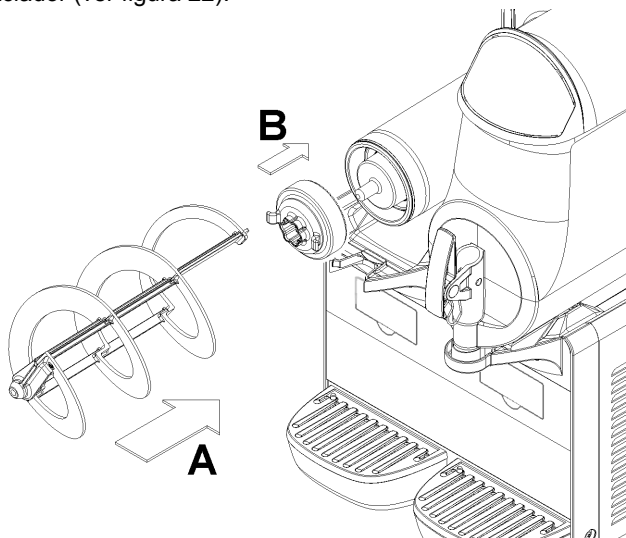

figura 22
**5** Montar de nuevo el empalme hexagonal y luego el mezclador (ver figura 22).